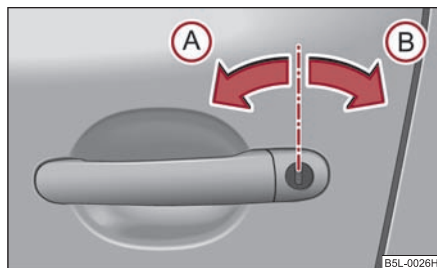

Fig. 41 Giros de llave para desbloquear y bloquear
- Gire la llave en el bombín de cierre de la puerta del conductor en dirección de marcha (posición de desbloqueo) **(A)** ⇒ fig. 41.
- Gire la llave en el bombín de cierre de la puerta del conductor en dirección contraria a la marcha (posición de bloqueo) **(B)** ⇒ fig. 41.